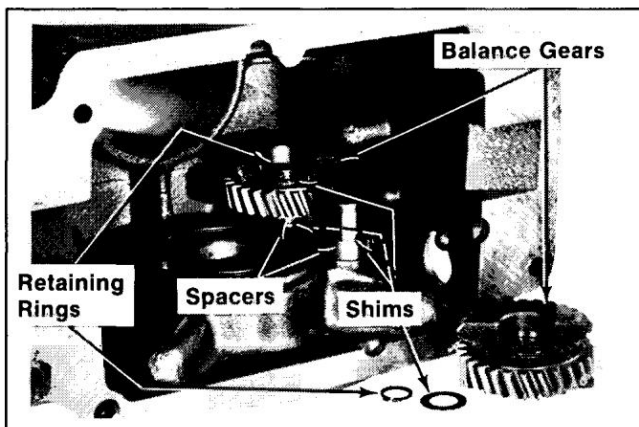

Figure 10-11. Retrait des engrenages d'équilibrage.
1. Retirez les bagues de retenue, les cales, les engrenages d'équilibrage avec roulements à aiguilles, les cales et les entretoises. Reportez-vous à la Figure 10-11.